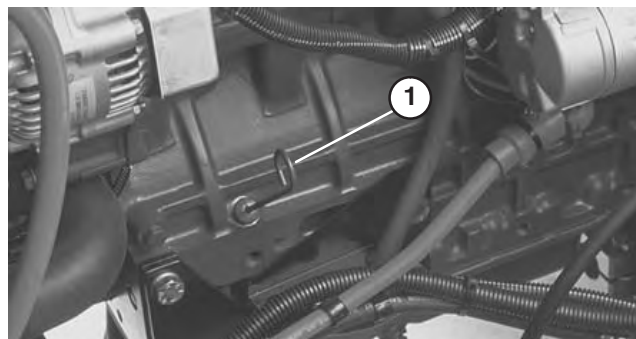

Figure 3
3. Sortez la jauge, essuyez-la sur un chiffon propre, remettez-la dans le tube puis sortez-la à nouveau. Le liquide doit atteindre le repère maximum (FULL) sur la jauge (Fig. 3).